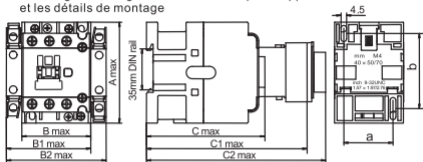
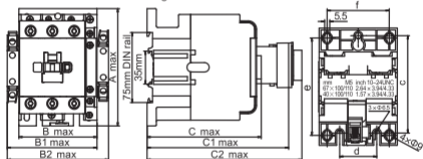

Figure 5 HDC3-06 ~ 38
Figure 6 HDC3-40 ~ 95
- Voir la figure 5, la figure 6 et le tableau 2 pour l'apparence de contacteur et les détails de montage